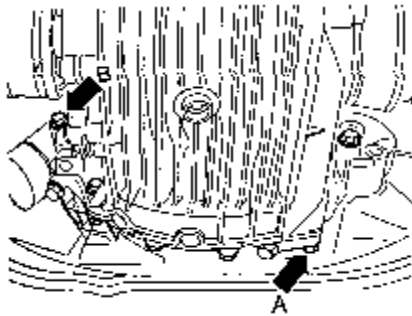

图 9-28 发动机变速箱的连接螺栓
(9) 拆除发动机/变速箱（图 9-28 中箭头 A 和 B）的下面连接螺栓。